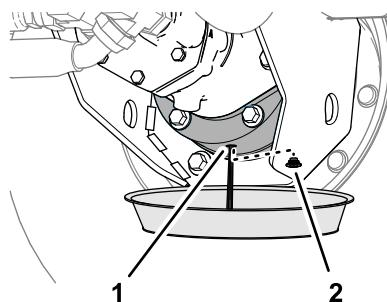

Bild 87
6. Stellen Sie eine Auffangwanne unter das Bremsgehäuse, entfernen Sie die Ablassschraube und lassen Sie das Öl vollständig ablaufen (Bild 87).